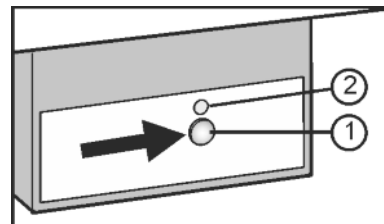

Fig. 22
- ▶ Taste On/Off Fig. 22 (1) drücken, so dass die LED Fig. 22 (2) leuchtet.